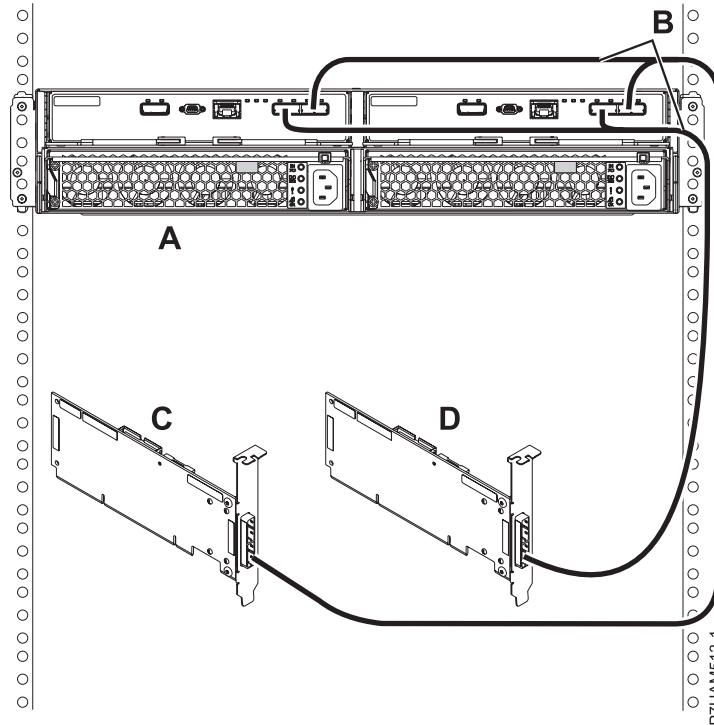

Figure 41. Mode 2 de connexion d'un boîtier d'unité de disque 58/87 via des câbles YO à deux adaptateurs SAS indépendants
- Effectuez la connexion de mode 2 d'un boîtier d'unité de disque 58/87 (A) via des câbles YO (B) aux deux adaptateurs SAS indépendants, comme illustré dans la figure 41, à la page 79.